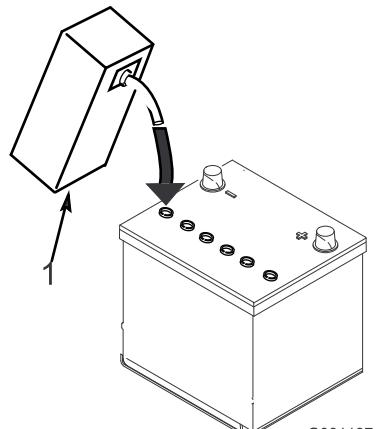

Figure 5
- Versez de l'électrolyte avec précaution dans chaque élément jusqu'à ce que les plaques soient recouvertes d'environ 6 mm de liquide (Figure 5).
- Attendez environ 20 à 30 minutes pour que les plaques aient le temps de s'imprégnier d'électrolyte. Faites l'appoint au besoin pour faire monter le niveau de liquide à environ 6 mm en dessous du creux de remplissage (Figure 5).